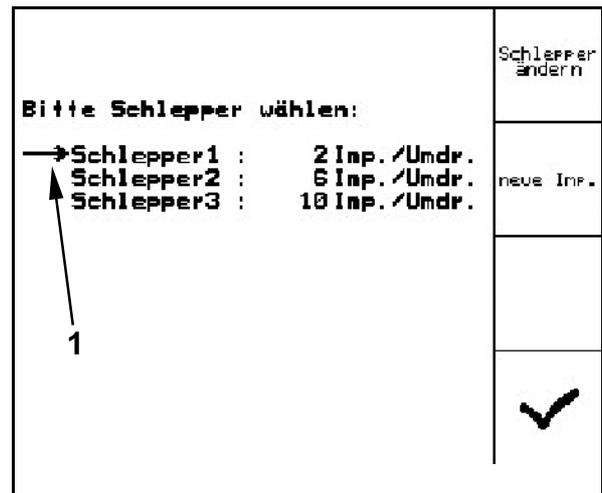

Fig. 40
- Positionieren Sie den Auswahl-Pfeil (Fig. 40/1) mit Hilfe der Tasten bzw. vor den gewünschten Schlepper.